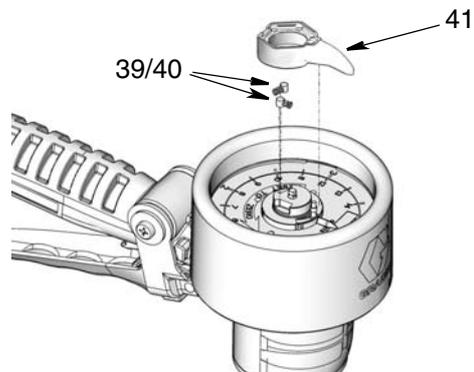

FIG. 24
5. Instale la aguja del puntero (41), los resortes (39) y las clavijas (40) (FIG. 24).